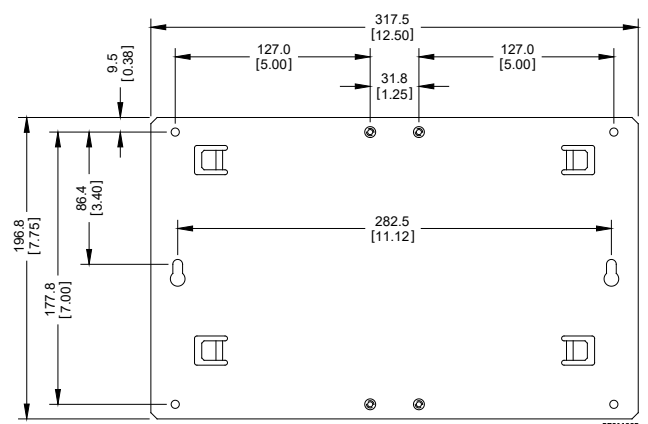

Figura 5. Dimensões do painel
- Unidade principal com rack de expansão montada em painel adaptador.** Posicione-o, como desejado, dentro da placa de montagem do invólucro e localize os furos de montagem da placa, usando o conjunto do FB107 como modelo. Consulte a Figura 5 para conhecer as dimensões do painel adaptador. Perfure e cubra os orifícios dentro da placa de montagem com uma tampa rosqueada de 8-32 UNC. Coloque o conjunto do FB107 sobre os orifícios cobertos e prenda-o à placa com quatro parafusos de comprimento 8-32 UNC x 1,00 pol., fornecidos. Aperte os quatro parafusos com torque de aproximadamente 1,1 a 1,4 N-m.